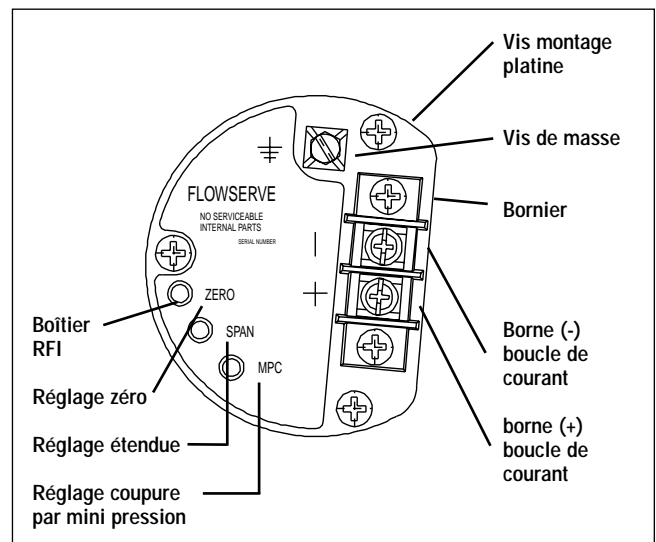

Figure 9 : Platine du module NT 3000 (couvercle du logement retiré)
2. Retirer le couvercle du logement du module I/P (voir fig. 9).
par l'utilisateur, la sortie descend rapidement à environ 1,7 psi, ce qui fait passer la vanne en position de sécurité. Ce dispositif est généralement utilisé quand le service nécessite une fermeture étanche ou pour éviter un étranglement près du siège de la vanne. Pour régler ce dispositif, voir fig. 9 et procéder comme suit :